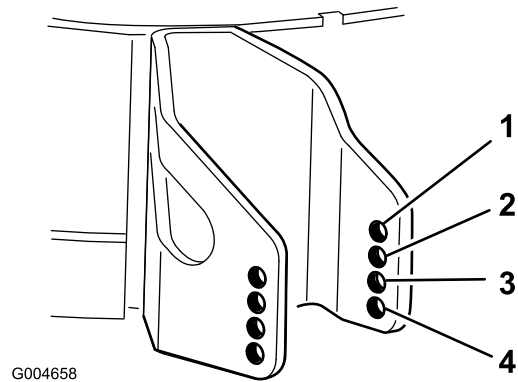

Bild 46
- Wählen Sie ein Loch, bei dem die Antiskalpierrolle der gewünschten Schnitthöhe so nahe wie möglich ist (Bild 46).